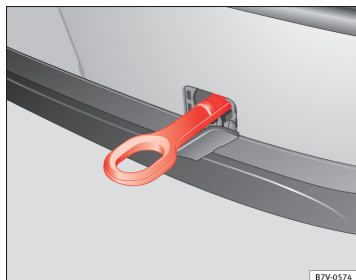

Fig. 221 I den bageste stødfanger i højre side: monteret slæbebøj
Holderen til slæbebøjet, som kan skrues i, er placeret bagest til højre i stødfangeren ⇒ Fig. 221. I biler med fabriksmonteret anhængertræk er der **ikke** placeret en holder til slæbebøjet, der kan skrues i, bag afdækningen. Monter og anvend kuglehovedet i forbindelse med bugsering ⇒ Side 237, ⇒ ①.